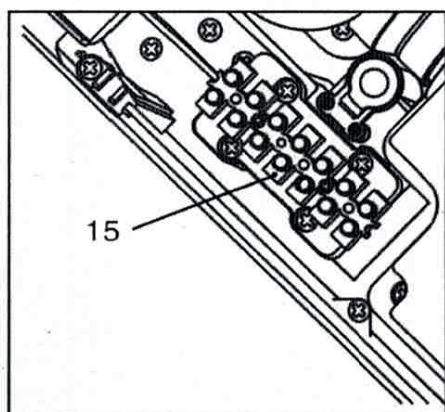

fig.4
7. Schließen Sie das Netzkabel an die Klemmenleiste an, wo es angegeben ist (siehe Abb. 4). Verbindungen:
- 7.. Connect power cord to terminal block where indicated (see fig.4). Connections: